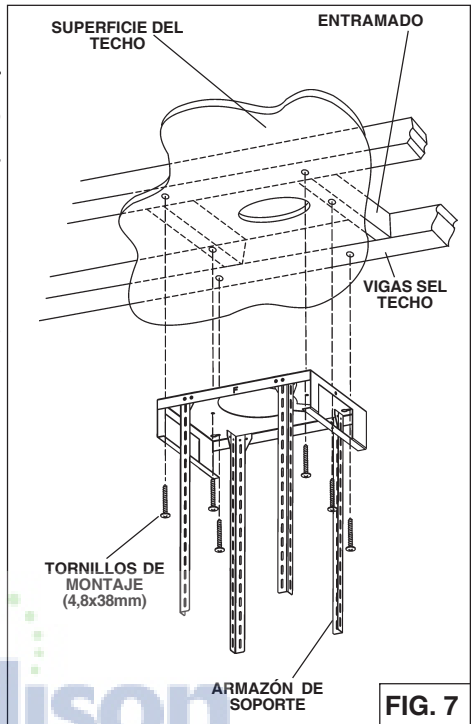

FIG. 7
3. Ajustar la altura total utilizando la tabla en la parte inferior de el **armazón de soporte** como se indica. Suelte y vuelva a apretar los 4 tornillos en las ranuras de ajuste de altura, según sea necesario. Inserte 12 tornillos (3.9x9.5mm) ubicadas en el paquete de hardware (Fig. 7). Asegúrese que este sea una superposición de 4" min. entre las patas de soporte superior e inferior.
4. Sujete la mitad superior del armazón de soporte a las vigas y al entramado con los seis (6) tornillos adjuntos (6x70mm). Compruebe que los tornillos vayan al centro de las vigas del techo para una mayor rigidez.